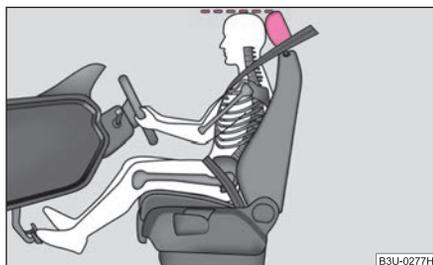

Abb. 103 Die richtige Kopfstützeinstellung des Fahrers
- Stellen Sie die Kopfstütze so ein, dass die Oberkante der Kopfstütze sich möglichst auf einer Höhe mit dem oberen Teil Ihres Kopfes befindet ⇒ Abb. 103.
- Stellen Sie die Kopfstütze so ein, dass die Oberkante der Kopfstütze sich möglichst auf einer Höhe mit dem oberen Teil Ihres Kopfes befindet ⇒ Seite 103, Abb. 103.
- Stellen Sie die Kopfstützen so ein, dass die Oberkante der Kopfstützen sich möglichst auf einer Höhe mit dem oberen Teil Ihres Kopfes befinden ⇒ Seite 103, Abb. 103.